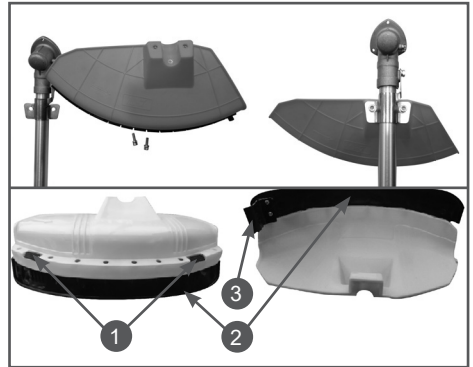

Рис. 2 Установка защитного кожуха
Установите на штангу защитный кожух и закрепите его двумя винтами (Рис. 2).
*При работе триммерной головкой необходимо установить на кожух фартук 2 с ножом 3 для обрезки корда (Рис. 2). При работе ножом фартук необходимо снять с кожуха.*
*Перед первым использованием триммера с триммерной головкой необходимо удалить защитный чехол (при его наличии) с ножа (Рис. 2 п.3) для обрезки корда.*